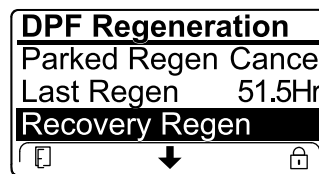

Figura 51
- Se il computer del motore non ha richiesto una rigenerazione di recupero e voi scorrete il menu verso il basso fino all'opzione RECOVERY REGEN, la rigenerazione di recupero viene bloccata e l'icona di blocco (Figura 51) compare nell'angolo in basso a destra dell'InfoCenter.